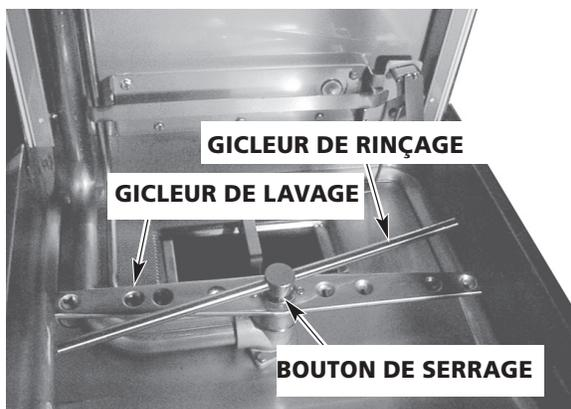

Figure 21
10. Retirez les gicleurs de lavage et de rinçage (Figures 21 & 22) et assurez-vous que les buses ne contiennent pas de calcaire ou de solides. Référez-vous à la section Entretien de la page 18.
Les gicleurs de lavage et de rinçage inférieurs et supérieurs (*Figures 21 & 22*) devraient tourner librement et continuer de tourner pendant quelques secondes après avoir été poussés à la main. Pour les vérifier, faites tourner les gicleurs et retirez-en toute obstruction les empêchant de fonctionner correctement.
Pour retirer le gicleur de lavage inférieur, dévissez le bouton de serrage et soulevez le gicleur de rinçage (*Figure 21*). Le gicleur de lavage peut être soulevé après le retrait du gicleur de rinçage.